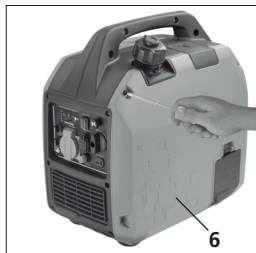

Fig. 22
1. Utilize uma chave de fenda cruzada para remover os parafusos da tampa lateral (6) [Fig. 22].